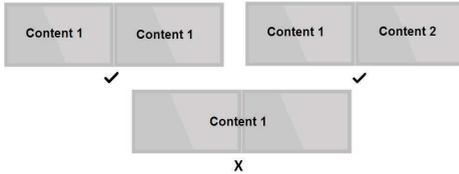

图 13
3. 支持在两个屏幕显示独立内容, 如镜像和扩展模式, 不支持同一内容分割到两个屏幕的显示 (跨屏显示), 如下图 13 示例: